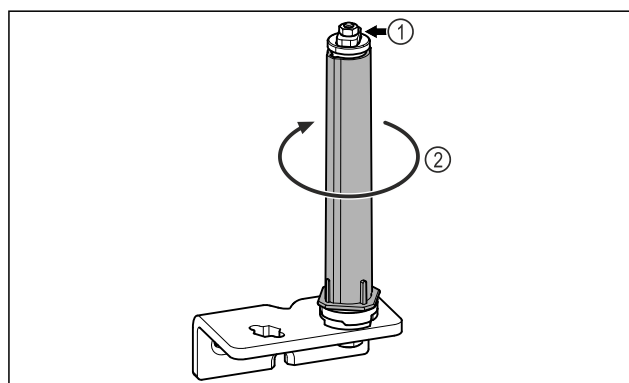

Fig. 23
- ▶ Ne szedje szét az ajtózáró rendszert Fig. 23 (1).
- ▶ Forgassa el a zárrendszert Fig. 23 (2), amíg az be nem kattann.